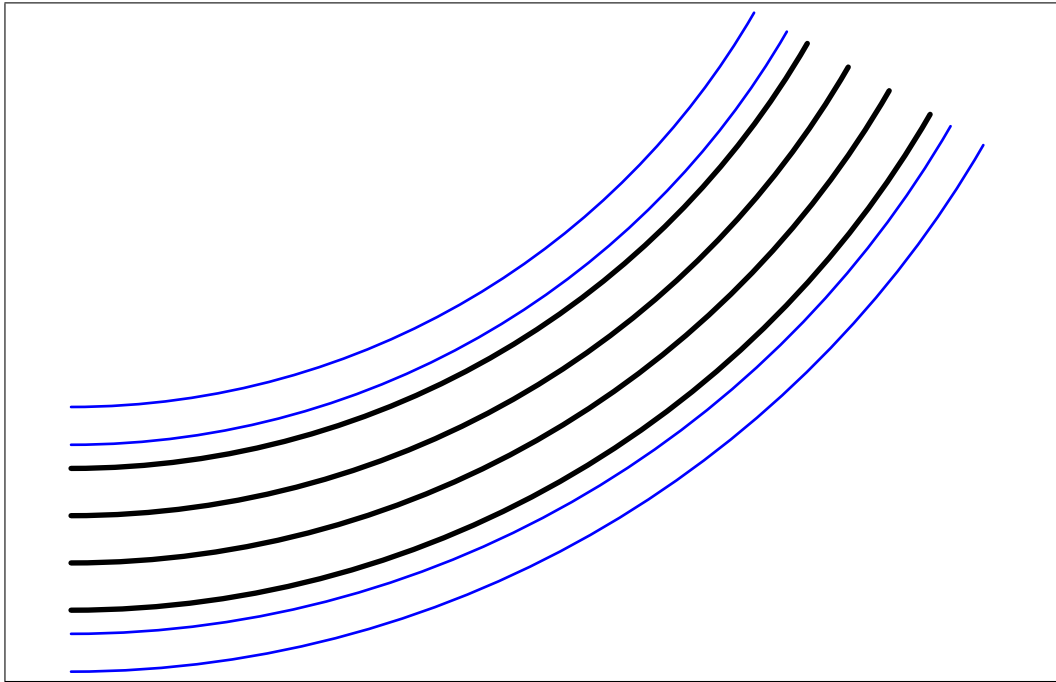

FIGURE 13: La module 419 au 1 :20.
Il s'agit d'un virage de 60° . Il est composé d'un virage standard (407) entouré par deux droits (401). Figure 13 page 11.